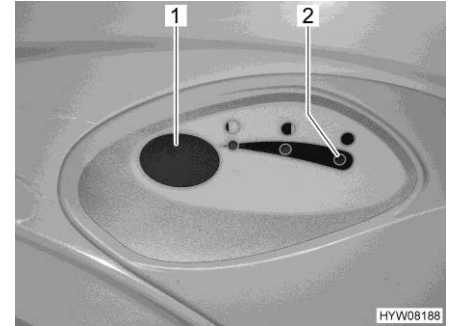

Fig. 159 Pulsante dello sciacquone/
- Per sciacquare premere il pulsante blu (Fig. 159,1).
La spia di controllo (Fig. 159,2) si accende quando il serbatoio fecale deve essere svuotato.